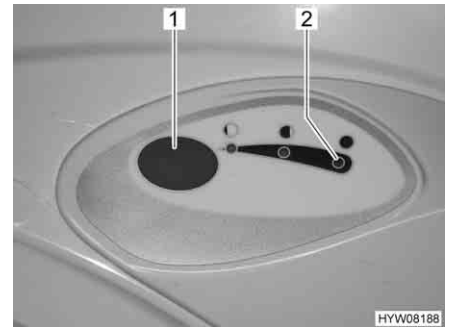

Fig. 260 Bouton pour la chasse d'eau/voyant de contrôle des toilettes Thetford
- Pour actionner la chasse d'eau, appuyer sur le bouton bleu (Fig. 260,1).
Le voyant de contrôle (Fig. 260,2) s'allume lorsque le réservoir pour matières fécales doit être vidé.